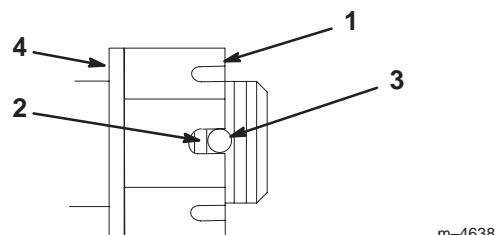

Figure 57
3. Serrez le boulon crénelé à 170 Nm (Fig. 57).
4. Contrôlez la distance entre la base de la fente de l'écrou et le bord intérieur du trou. On ne doit pas voir plus de deux filets (Fig. 57).
5. Si plus de deux filets sont visibles, enlevez l'écrou et placez une rondelle entre le moyeu et l'écrou (Fig. 57).
6. Serrez le boulon crénelé à 170 Nm (Fig. 57).
7. Serrez l'écrou jusqu'à ce que le jeu de fentes suivant soit en face du trou de l'axe (Fig. 57).